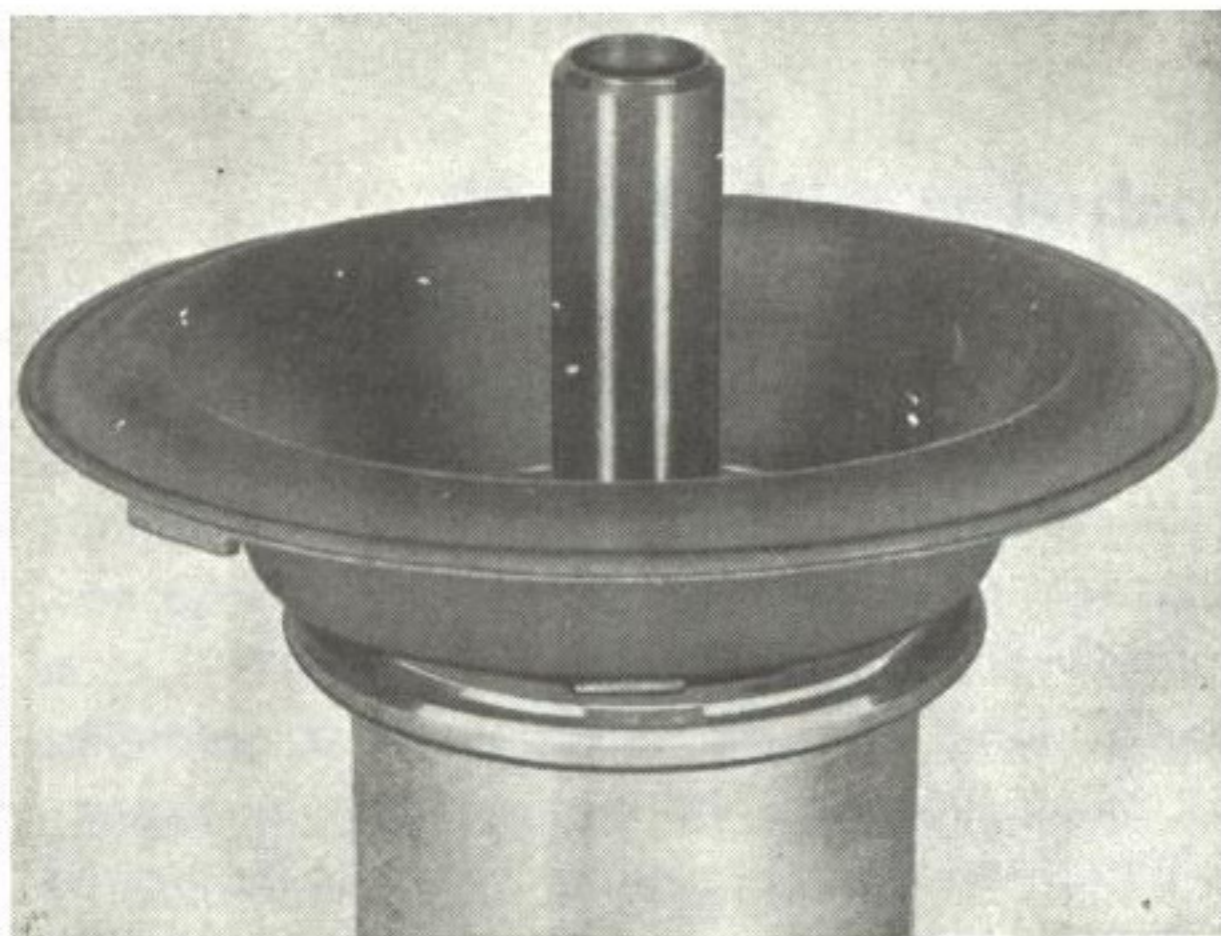

Bild 103. Membran i vakuumpolv
3. Montera det nya membranet. Se bild 103. Gummiklacken skall passa in i kolvens spår.